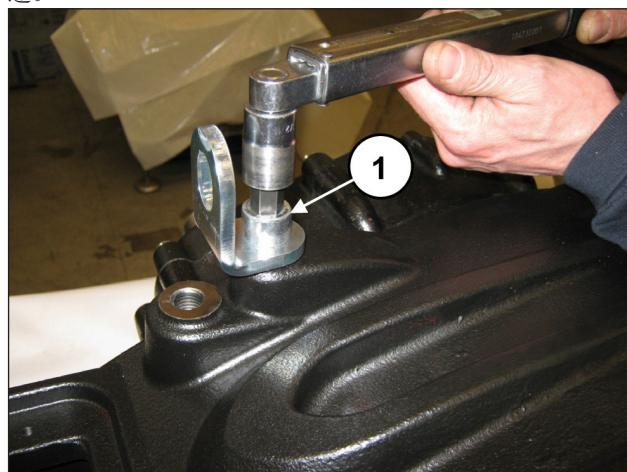

图 99
安装塞子和吊装支架，可使用专用螺丝M16x30（位置①，图 99）。